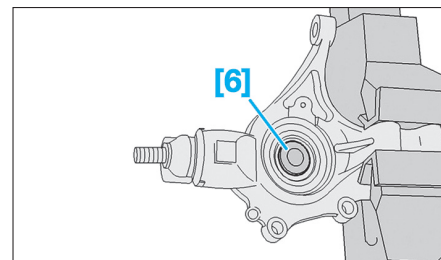

Fig. 31
• Fixer le pivot dans un étau et positionner l'outil [6] (Fig.31).